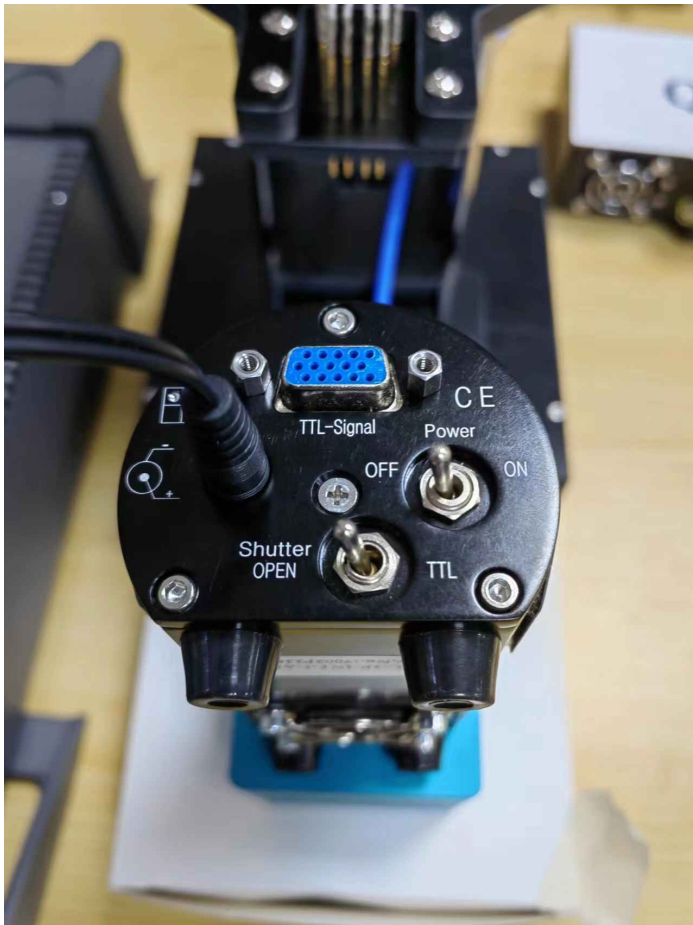

图7 辐射定标光源
2) 预热光源并放置到辐射定标盖板。把辐射定标光源的Power拨动到ON位置（图7左），打开辐射定标光源，预热5分钟后，再放置辐射定标光源到辐射定标盖板（图7右）。